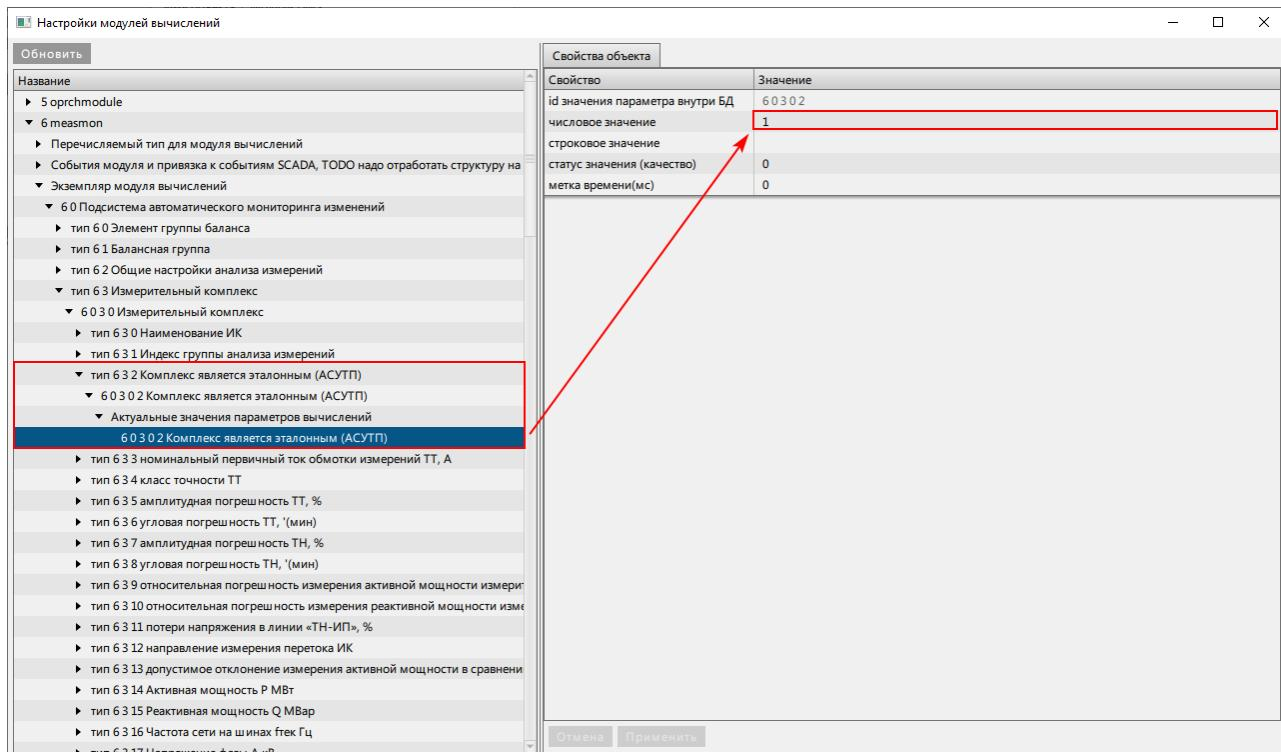

Рисунок 430 - Комплекс является эталонным (АСУТП)
4. У каждого эталонного измерительного комплекса (АСУТП) раскройте узел **типа 6 3 2 Комплекс является эталонным (АСУТП)** до конца и напротив строки **числовое значение** поставьте 1 (Рисунок 430). Для устройств РЗА значение оставьте по умолчанию.